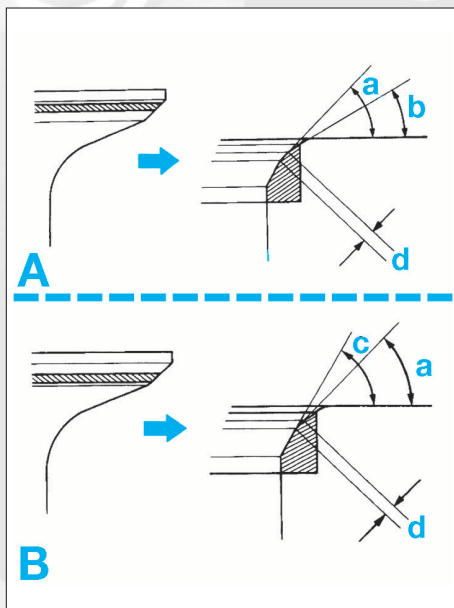

FIG. 3
- Si la portée du siège est trop haute (**cas A**) par rapport à celle de la soupape, rectifier les angles (b) et (a) aux valeurs correspondantes du tableau (**fig. 3**).
- Si la portée du siège est trop basse (**cas B**) par rapport à celle de la soupape, rectifier les angles (a) et (c) (**fig. 3**).